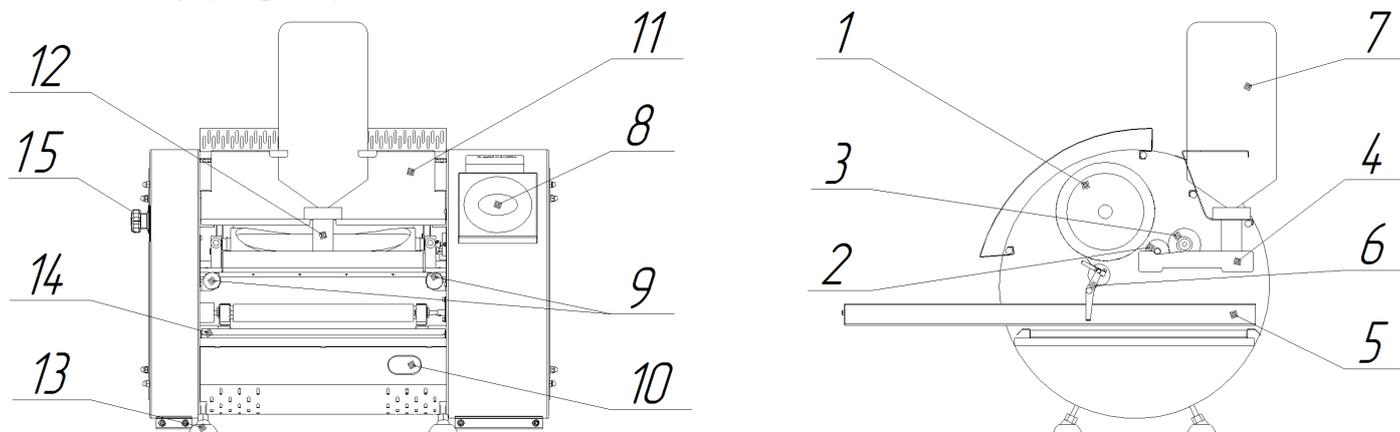

Рис.1. Автомат блинный РК-2.1.300
3.1. В технологическом процессе жарки блинчиков участвуют жарочный барабан 1, система подачи теста и формования блинной заготовки, нож 6 и транспортёр 5 для укладки блинчиков в стопку (см. рис.1).
- 4.1. Установите Автомат на рабочее место, **обязательно добившись его горизонтальности** регулировкой ножек 13 (см. рис.1). Снимите с деталей корпуса Автомата защитную пленку (при её наличии) и протрите доступные поверхности слегка влажной чистой тканью.
5.11. По мере нагрева блинного автомата, индикатор нагрева (фото 24) последовательно заполняется. В процессе нагрева необходимо проконтролировать, чтобы Ручка отвода "On—Off" 15 (см. рис.1) находилась в положении "Off" (фото 26).
Переведите Ручку отвода "On—Off" 15 (см. рис.1) в положение "On" (фото 30).
5.14. При необходимости можно регулировать зазор между валиком и жарочным барабаном винтами 9 (см. рис.1, фото 31). Он должен быть примерно 0,75 мм. Для контроля этого зазора к Автомату прикладываются два щупа толщиной 0,8 и 0,7 мм (фото 32). Если закручивать винты по часовой стрелке, то зазор будет больше, если откручивать – меньше. При наличии прорех в блинной заготовке (мало теста передаётся с валика на жарочный барабан) можно уменьшить зазор. При наличии потёков теста и излишней толщине блинной заготовки (слишком много теста) можно увеличить зазор.
- переведите Ручку отвода "On—Off" 15 (см. рис.1) в положении "Off" (фото 26);